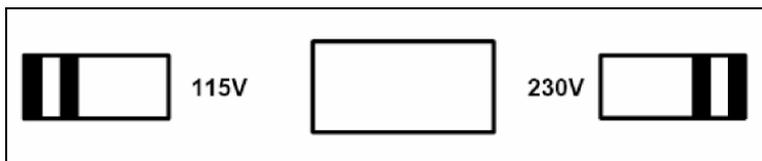

Рис. 2. Переключатель сетевого напряжения питания (115 В и 230 В)
питания BE345, как показано на Рис. 2, на котором показано положение переключателя для значений напряжения в сети 115 В или 230 В.
- **Перед использованием убедитесь в том, что выбранный диапазон напряжения на BE345 соответствует используемому в данной местности напряжению и частоте в сети (см. рис. 2). При необходимости, установите правильное значение напряжения с помощью переключателя на BE345.**